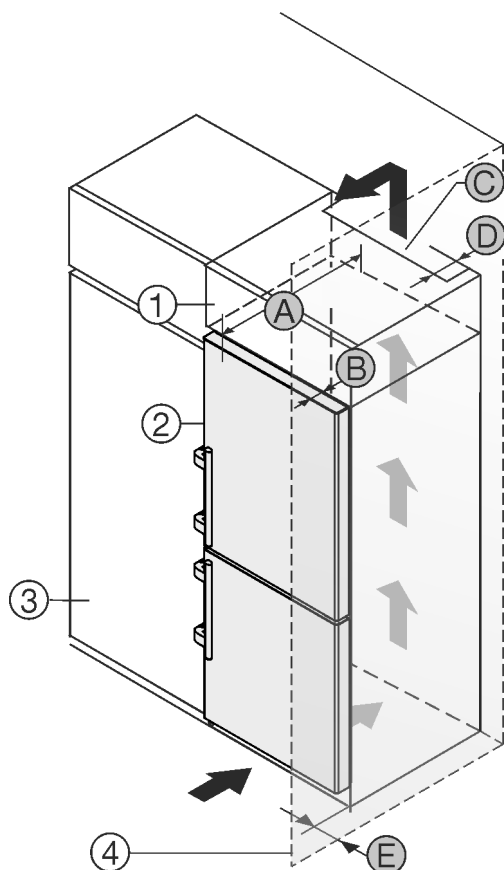

Fig. 47
Het apparaat kan in keukenkasten worden ingebouwd. Om het apparaat Fig. 47 (2) aan de hoogte van het keukenblok aan te passen, kan boven het apparaat een opzetkast Fig. 47 (1) worden aangebracht.
Het apparaat kan direct naast de keukenkast Fig. 47 (3) worden geplaatst. Om de deuren volledig te kunnen openen, moet het apparaat overeenkomstig de diepte Fig. 47 (B) t.o.v. het keukenkastfront uitsteken. Afhankelijk van de diepte van de keukenkast en het gebruik van de wandafstandshouders kan het apparaat verder uitsteken.
- Aan de achterzijde van de opzetkast moet een luchtafvoerkanal met de diepte Fig. 47 (D) over de volledige breedte van de opzetkast aanwezig zijn.
- Onder het plafond moet de ventilatiedoorsnede Fig. 47 (C) worden aangehouden.
Wanneer het apparaat met de scharnieren naast een wand Fig. 47 (4) wordt geplaatst, moet de afstand Fig. 47 (E) tussen apparaat en wand worden aangehouden. Dit komt overeen met de uitsteekmaat van de handgreep bij geopende deur.